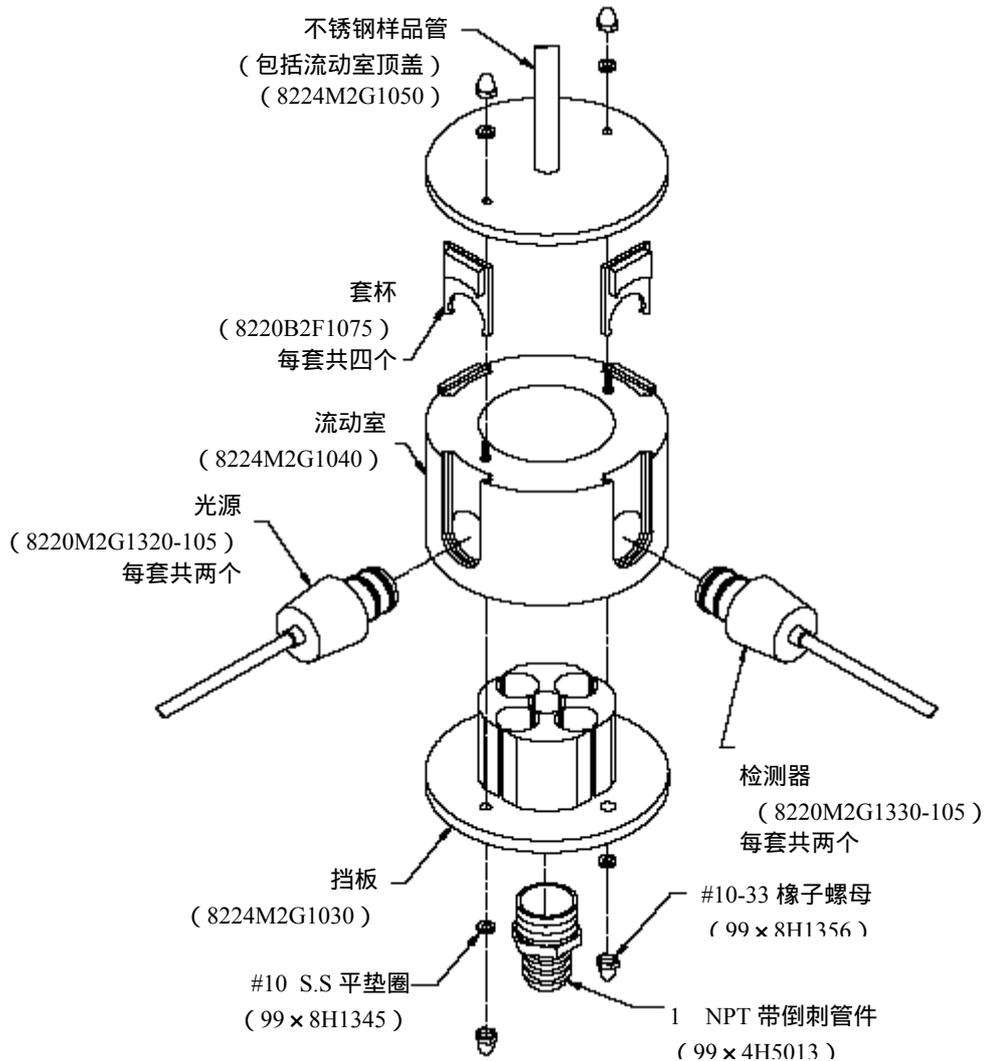

图 3-2 传感器流动室组件详图
3. 通过旋松底部的两个低帽“橡子”螺母从传感器流动室上拆下挡板 (详见图 3-2)。使用一个 3/8 英寸的开口扳手或者一个可调扳
- b) 通过旋松底部的两个低帽“橡子”螺母从传感器流动室上拆下挡板（详见第三部分的，5.3 节中的图 3-2）。使用一个 3/8 英寸的开口扳手或者一个可调扳手。小心不要旋松固定垫圈。